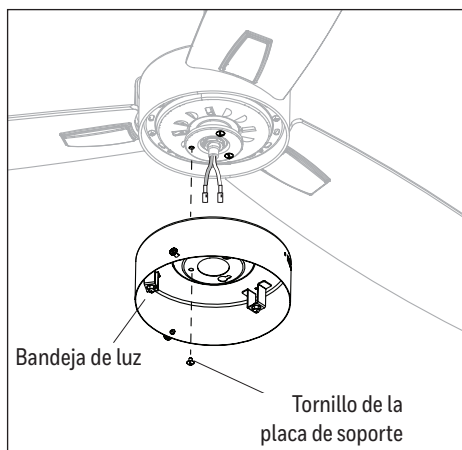

Figura 5.5
- Retire uno de los tres tornillos de la placa de soporte preensamblados a la placa y afloje los otros dos sin retirarlos. Pase el conectores de clavija simple a través del orificio central en la bandeja de luz. Alinee los chaveteros de la bandeja de luz con los tornillos sueltos de la placa de soporte. Gire el bandeja de luz en dirección de las manecillas del reloj y vuelva a colocar el tornillo de la placa de soporte que se retiró anteriormente. Apriete todos los tornillos (Figura 5.5).